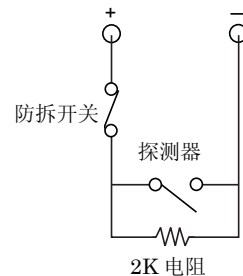

图 3-15: 常开防拆监测回路接法
- 如果您使用的是一个常开探测器。防拆开关必须为常闭。接线方法请参考图 3-15。